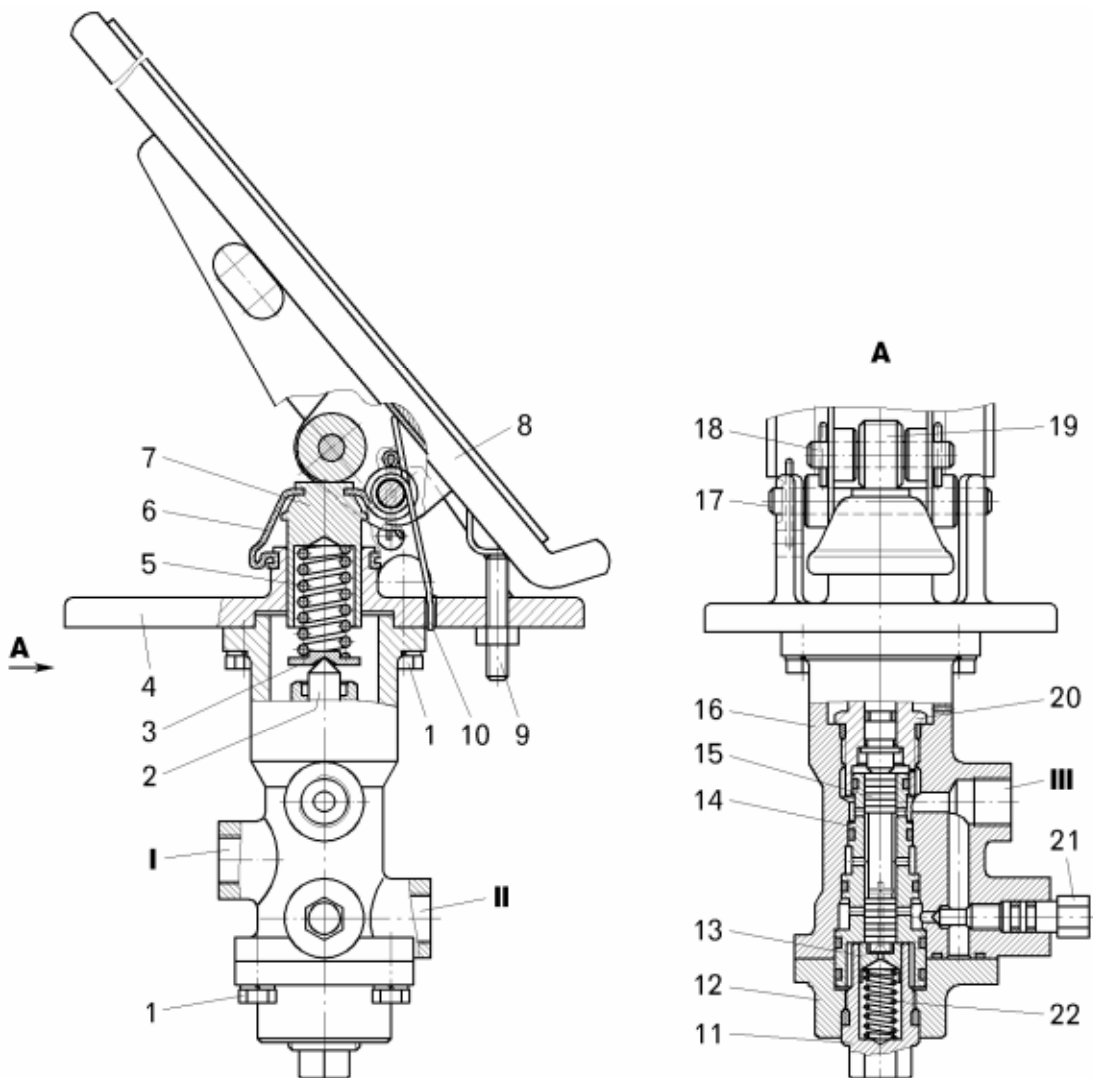

Рисунок 12.22 – Кран управления замедлителем:
- разрядить масляную полость пневмогидроаккумуляторов, отворачиванием запорной иглы 21 (рисунок 12.22) на два-три оборота;